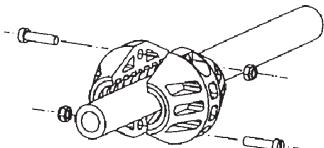
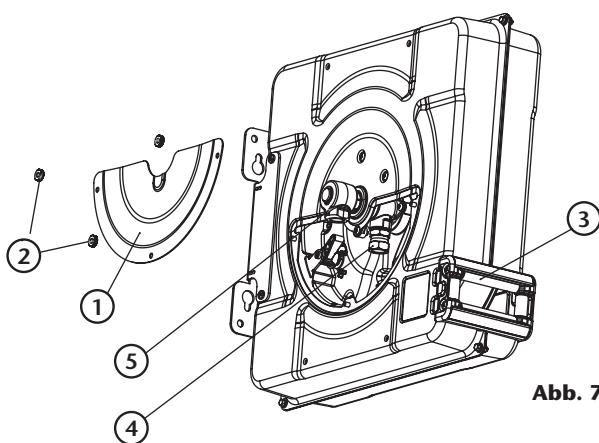
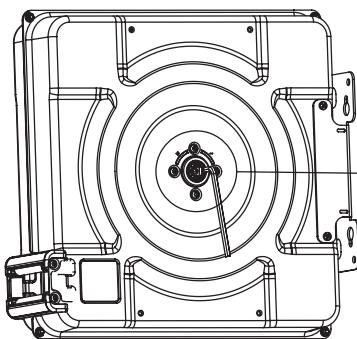

Abb. 5
Abb. 7
Abb. 8
- 2.** Bringen Sie den Schlauchstopfen am Auslassende des Schlauchs an (Abb. 5).
- 4.** Entfernen Sie die Wartungsabdeckung (1) (Abb. 7), indem Sie die Kunststoffmuttern (2) lösen (Abb. 7). Zum Lösen dieser Muttern ist kein Werkzeug erforderlich.
- 5.** Führen Sie das Ende des Schlauchs (das Ende gegenüber dem Schlauchstopper) durch den Schlauchausslass (3) (Abb. 7) und führen Sie es durch das Scheibenfenster, um es mit dem Schlauchaufrolleranschluss (4) zu verbinden (Abb. 7). Ein breites Fenster im Rumpf erleichtert diese Aufgabe. Achten Sie beim Anziehen der Gewinde darauf, keine übermäßige Hebelkraft auf die Kunststoffscheibe auszuüben, die beschädigt werden könnte.
- 6.** Wenn der Schlauch an das Anschlussstück (4) (Abb. 7) angeschlossen ist, führen Sie einen Inbusschlüssel (1) (Abb. 8) mit einer Schlüsselweite von 7 mm in den Messingsechskant ein (Abb. 8). Drehen Sie mit diesem Schlüssel die Trommel in positiver Richtung, indem Sie der Markierung (4) (Abb. 8) auf dem Gehäuse folgen. Auf diese Weise wird der Schlauch nach und nach in der Trommel gesammelt, ohne dass die Feder gespannt wird. Wenn der Schlauchanschlag die Schlauchaufrollen (3) (Abb. 7) berührt, hören Sie auf, die Trommel zu drehen.
7. Entfernen Sie den Inbusschlüssel (1) (Abb. 8) und setzen Sie an seiner Stelle einen Vierkantschlüssel (1) ein (Abb. 9). Beim Drehen dieses Schlüssels dreht sich die Federbefestigung (2) (Abb. 9) (die Scheibe bleibt statisch) und die Feder beginnt sich zu spannen.
8. Wenden Sie die in der folgenden Tabelle 1 angegebene Vorspannung an, indem Sie den Schlüssel in eine positive Richtung drehen, indem Sie der Anzeige folgen, die auf der Verkleidung (4) erscheint (Abb. 8):
11. Bringen Sie die Wartungsabdeckung (1) (Abb. 7) mit den Kunststoffmuttern (2) (Abb. 7) wieder an. Wenden Sie kein übermäßiges Drehmoment auf die Muttern an, um ein Überdrehen des Gewindes zu vermeiden. Für diesen Vorgang sind keine Werkzeuge erforderlich.
2. Trennen Sie den Schlauch von der Schlauchtrommelverbindung (4) (Abb. 7) und entfernen Sie den Schlauchstopper.
4. Führen Sie das Ende des neuen Schlauchs durch den Schlauchauslass (3) (Abb. 7) und führen Sie es durch das Scheibenfenster ein, um es mit der Schlauchtrommelverbindung (4) zu verbinden (Abb. 7). Ein breites Fenster im Rumpf erleichtert diese Aufgabe. Achten Sie beim
3. Blockieren Sie die Trommel mit einem geeigneten Werkzeug. Andernfalls wird empfohlen, die Trommel mit einem 7-mm-Innensechskantschlüssel (1) (Abb. 8) zu blockieren, indem man ihn durch das Vorspannstück (3) (Abb. 8) in den Messingsechskant (2) (Abb. 8) einführt 8). Sie können den Schlauchstopper (Abb. 5) auch in eine neue Position bringen, in der die Sperrlinke durch das Wartungsfenster sichtbar ist, wenn der Stopper auf den Rollen des Schlauchauslasses ruht.
4. Schrauben Sie die Welle (4) ab (Abb. 13). Dazu ist es erforderlich, mit einem 7 mm Innensechskantschlüssel (1) (Abb. 8) durch das Vorspannstück (3) (Abb. 8) in den Messingsechskant (2) (Abb. 8) gegenzudrücken (Abb. 8). Vermeiden Sie so weit wie möglich, dass die Kraft auf andere Komponenten der Rolle übertragen wird.
8. Setzen Sie abschließend den Sicherungsring (1) (Abb. 13) wieder auf die Welle und entfernen Sie den Innensechskantschlüssel (1) (Abb. 8).
- Ziehen Sie ein Stück Schlauch heraus, um zu verhindern, dass der Schlauchanschlag die Ausgaberollen berührt. Achten Sie darauf, die Trommel verriegelt zu lassen. Verwenden Sie für zusätzliche Sicherheit ein Werkzeug, das verhindert, dass sich die Trommel dreht. Andernfalls wird empfohlen, die Trommel mit einem 7-mm-Innensechskantschlüssel (1) (Abb. 8) zu blockieren und durch das Vorspannstück (3) in den Messingsechskant (2) (Abb. 8) einzuführen.